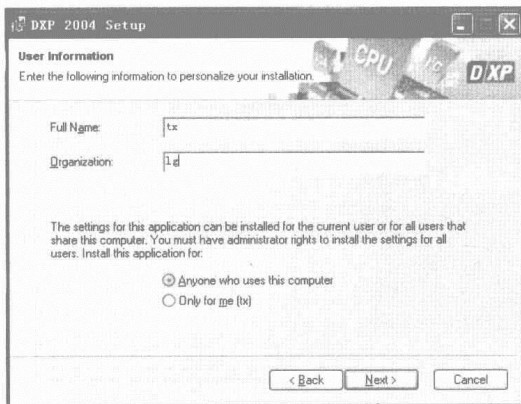
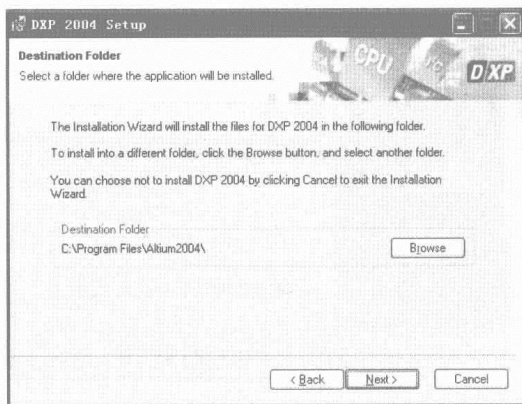

图 1-3 用户信息
图 1-4 安装路径
- [3] 在图 1-2 中出现的选项项中, 默认的选项是 “I do not accept the license agreement”, 此时 按钮呈灰色。只有选中 “I accept the license agreement” 选项后, 才能单击按钮 进入下一步安装, 如图 1-3 所示。
- [4] 在图 1-3 的对话框中, 在 “Full Name” 栏中输入用户名, 在 “Organization” 栏中输入公司名称, 单击按钮 进入下一步安装, 出现如图 1-4 所示的安装界面。
- [5] 在图 1-4 中, 单击按钮 设置安装路径, 本练习的安装路径为 “C:\Program Files\Altium2004”。